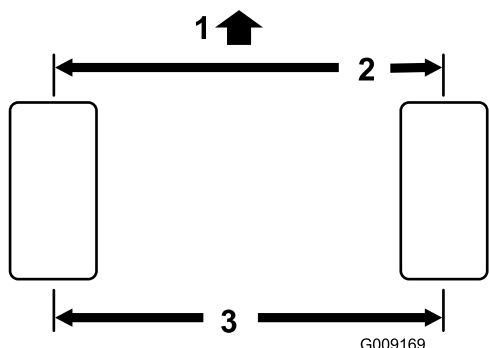

Figure 60
1. Mesurez l'entraxe (à hauteur d'essieu) à l'avant et à l'arrière des roues directrices (Figure 60).